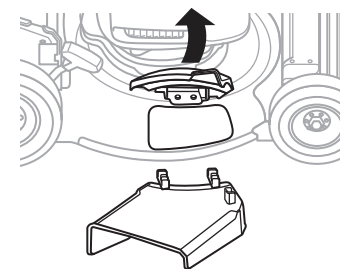

Fig. 4A
2. Abra la puerta del mantillo. (Fig. 4A)